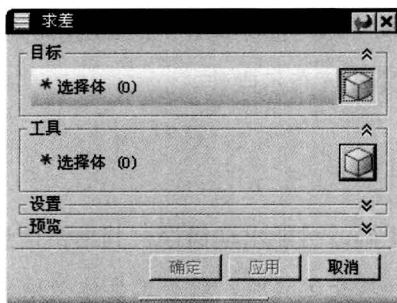

图 3.3.4 “求差”对话框
Step 2 选择下拉菜单 **插入(I) → 组合(U) → 求差(S)** 命令，系统弹出图 3.3.4 所示的“求差”对话框。